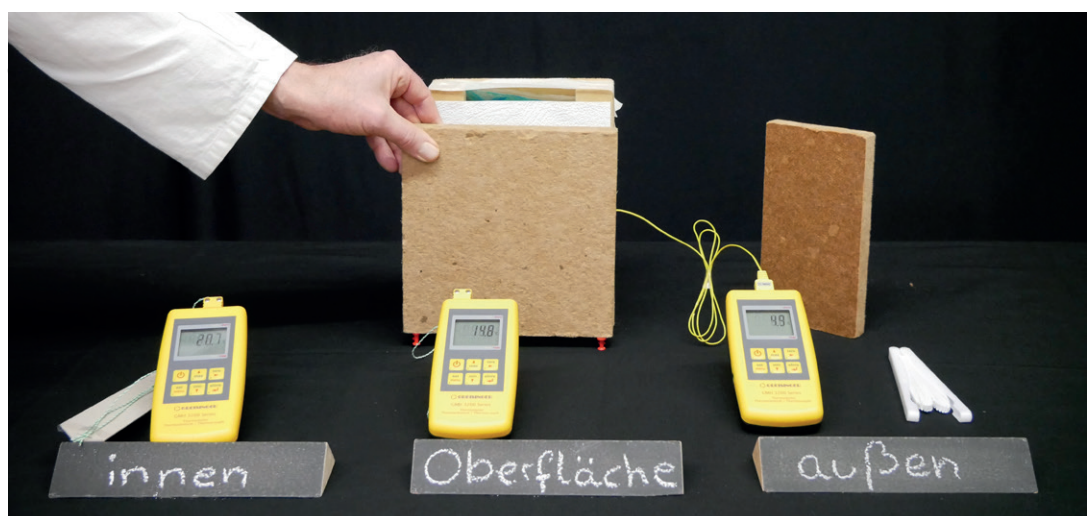

Abb. 3: Ein „Schrank“ vor der Außenwand (Quelle: eu.[z] (2024))
- Abb. 3: Ein „Schrank“ vor der Außenwand, Quelle: e.u.[z.]